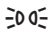

Fig. 81 Junto al volante: mando de las luces (una variante).
- **Encender los faros antiniebla** : Tire del mando de las luces → fig. 81 hasta el primer encastre. El testigo de control  se enciende en verde en el mando.